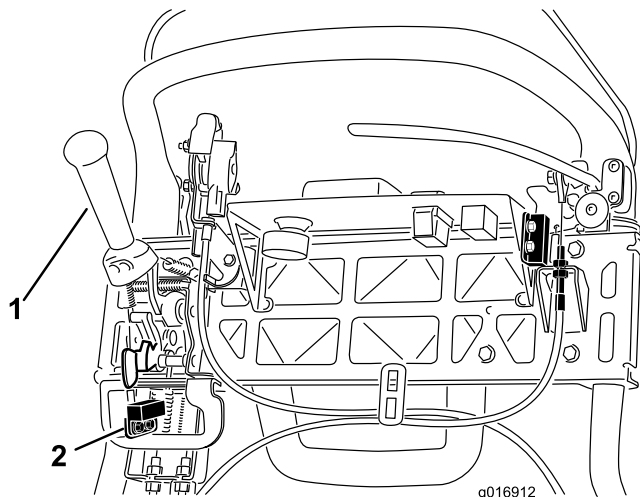

Figura 38
4. Allentate i dispositivi di fissaggio del microinterruttore di sicurezza (Figura 38).
5. Inserite uno spessore di 1,6 mm fra la leva della trazione ed il microinterruttore (Figura 38).